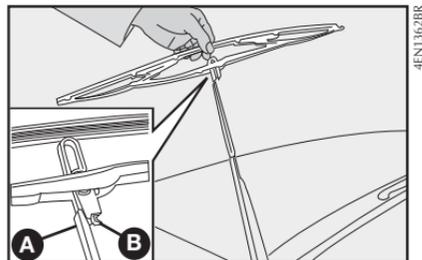

fig. 13
Sustitución de las escobillas del limpiaparabrisas fig. 13
2) Quite la escobilla apretando la traba **B-fig. 13** en el brazo **A** y simultáneamente empujándola hacia abajo; después desenganche la escobilla del brazo **A**.